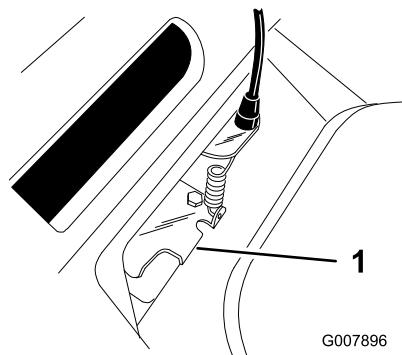

Bild 29
5. Ziehen Sie die Riemenführungsnase so weit nach unten, dass sie den Rasenmäher berührt. Halten Sie sie dann dort fest (Bild 29).